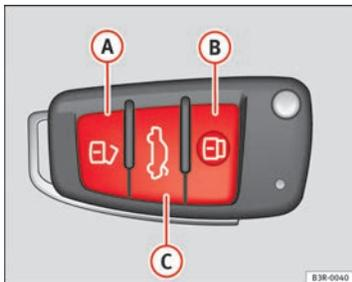

Fig. 77 Llave de control remoto: Teclas
- Pulse la tecla **A** ⇒ fig. 77 durante aproximadamente 1 segundo.